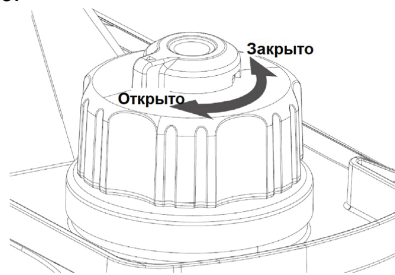

Рис. 3
В нерабочем состоянии этот клапан надо повернуть против часовой стрелки, это приведёт к прекращению подачи топлива. Для возобновления подачи повернуть клапан по часовой стрелке, см. рис. 3.
1.4. Топливный кран используется для регулировки подачи топлива из бака в карбюратор, см. рис. 3.